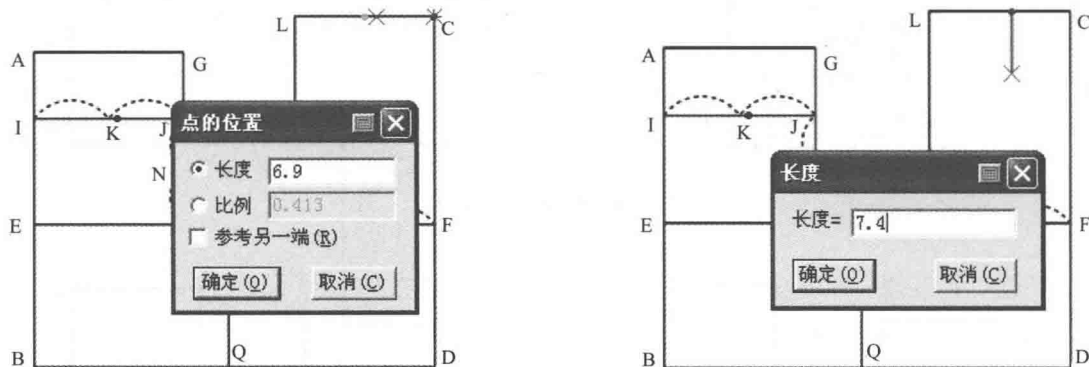

图4-13 画前直开领线
(1) 选择  【智能笔】工具在 LC 线段 6.9cm 处 (计算公式: $\frac{\text{胸围 } 84\text{cm}}{24} + 3.4\text{cm}$) 画一条垂直线 7.4cm (计算公式: 前横开领宽 $6.9\text{cm} + 0.5\text{cm}$) (图 4-13)。